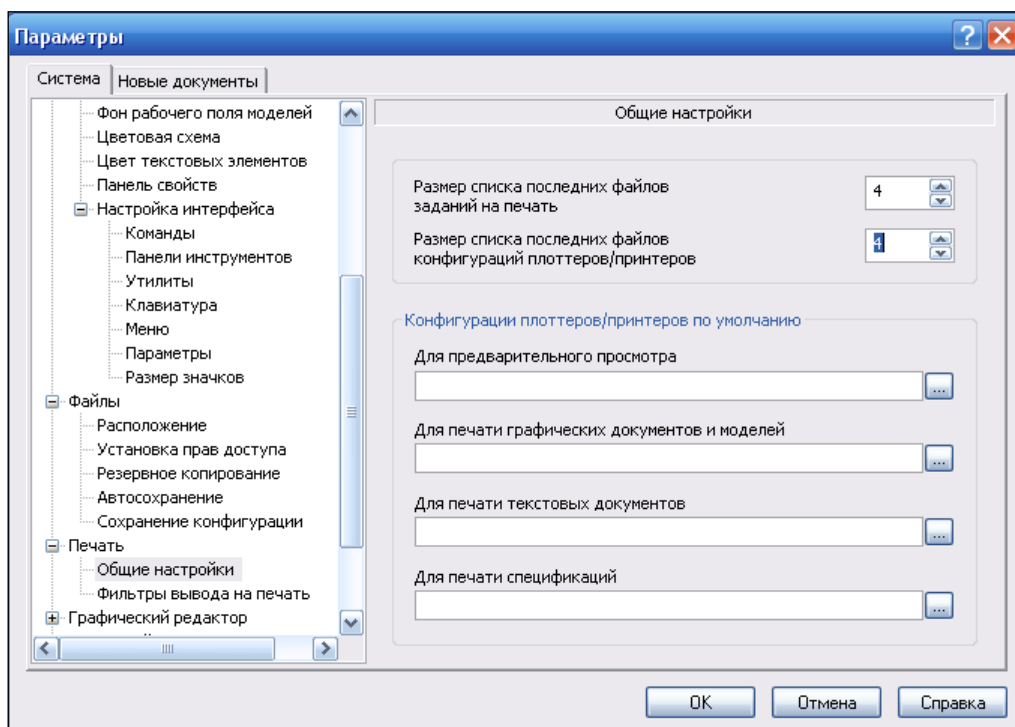

Рис. 1.8. Диалоговое окно **Параметры** с открытым разделом **Общие настройки**
- ◆ Щелкните ЛК мыши по пункту **Общие настройки**. В правой части диалога на панели **Общие настройки** (рис. 1.8) имеются следующие элементы управления: